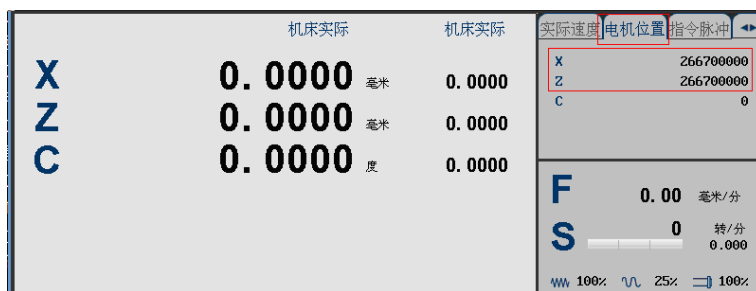

图 3.4.7 电机位置
- 1) 查看“电机位置”，如图 3.4.7。此处的“电机位置”为伺服读电机编码器反馈给系统的总脉冲数。